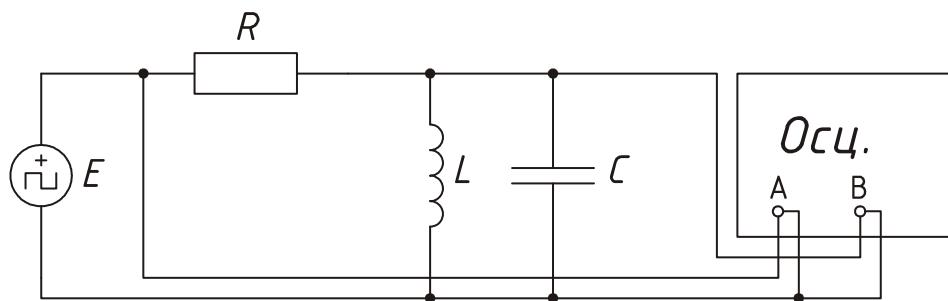

Рис. 7.2.
8. Для исследования переходных процессов в параллельном колебательном контуре необходимо собрать схему рис.7.2., получить осциллограммы $E(t)$ и $U_K(t)$ при $R = 500 \text{ Ом}$ и $R=5 \text{ к}\Omega$.. Определить по осциллограммам период свободных колебаний $T_{\text{св}}$ и декремент Δ .